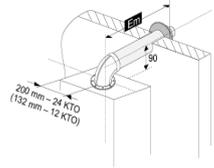

Рис. 9 Пример горизонтальной трассы коаксиальной трубы – исполнение C₁₂ (ЧСН EN 483)
- а) противоположные, т.е. от конца выхода одного фасада (от конца диффузора – труба С1) до другого (см. рис.9):